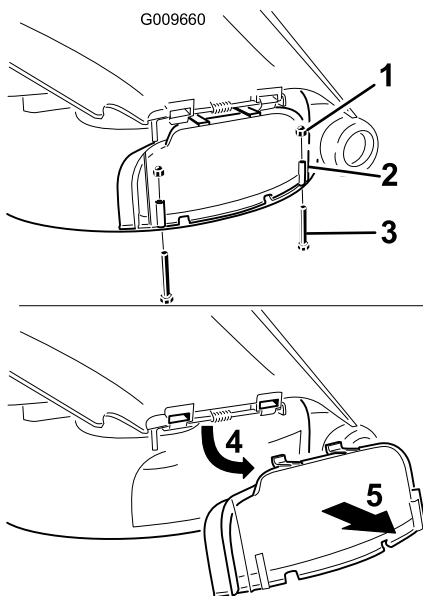

Figure 25
3. Enlevez les 2 boulons et écrous qui fixent l'obturateur d'éjection au plateau de coupe (Figure 25).